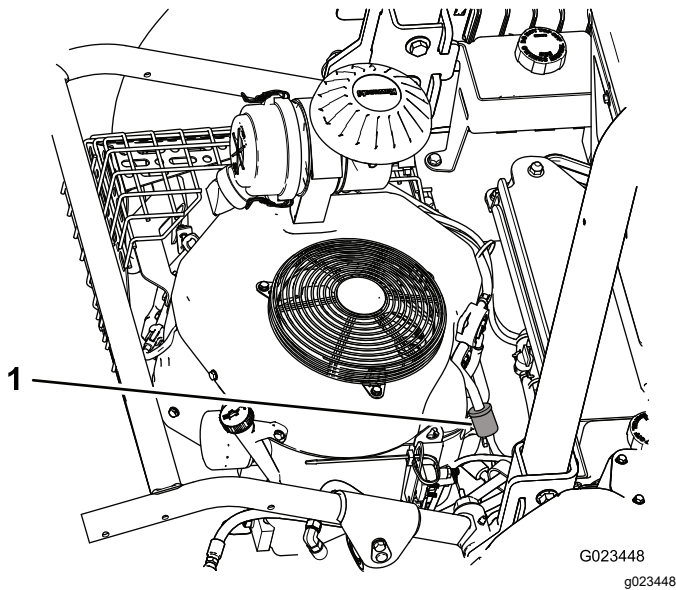
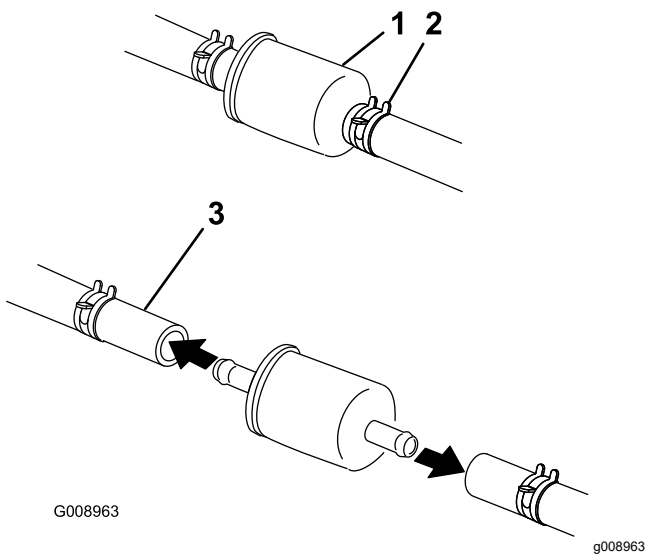

Рисунок 45
Рисунок 46
2. Ослабьте шланговый хомут на стороне фильтра, обращенной к карбюратору, и отсоедините топливный трубопровод от фильтра (Рисунок 45 и Рисунок 46).